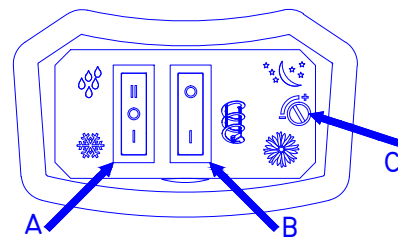

Fig. 5
## 2.4 Commandes de la cuve. (Fig. 5)
**B** en position  - I voir Fig. 5
Après avoir préparé le produit, positionnez le commutateur **A** en position  - **II** pour obtenir la boisson froide. ( Fig. 5 )